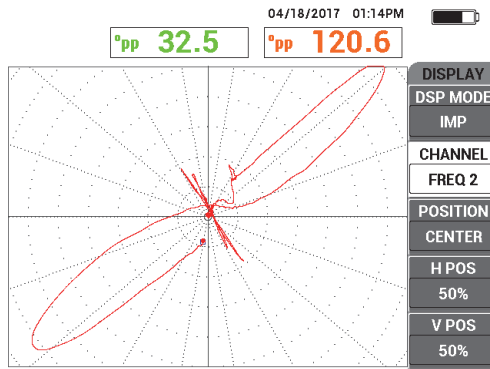

図 5-197 チューブ全体のスキャン
4. チューブの長さ全体をスキャンし、完了したらフリーズキーを押します (✳) (271 ページの図 5-197 参照)。